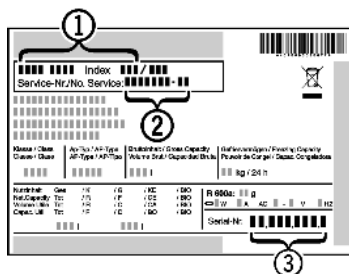

Fig. 42
- ▶ Označení přístroje Fig. 42 (1), servisní číslo Fig. 42 (2) a sériové číslo Fig. 42 (3) naleznete na typovém štítku. Identifikační typový štítek je umístěn na levé vnitřní stěně přístroje.